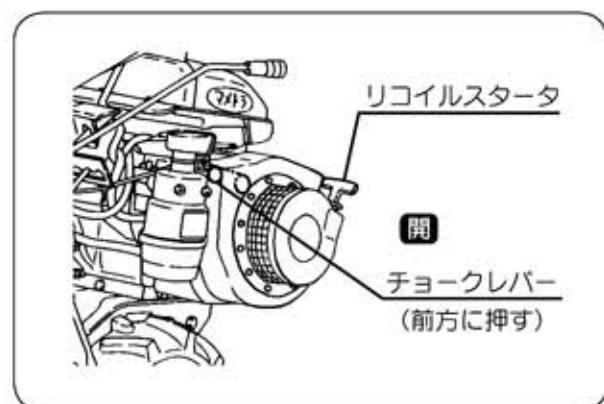

図10
⑦ リコイルスタータを引っ張りエンジンが始動したらチョークレバーを【開】の位置にしてください。
- リコイルスタータを3回以上引っ張っても始動しない時は燃料の吸いすぎになりますので、チョークレバーを【開】の位置にしてから再度リコイルスタータを引っ張ってください。 (図10)